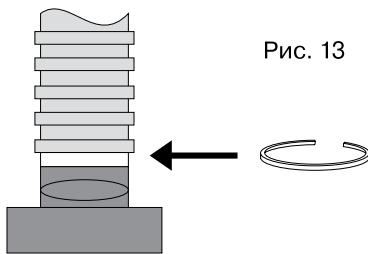

Рис. 13
6. Подвесьте вытяжку на шурупы (A, B), выровняйте её по горизонту и затяните шурупы отвёрткой. По завершении выравнивания окончательно закрепите вытяжку при помощи шурупа через отверстие (C) изнутри вытяжки. (рис. 13).